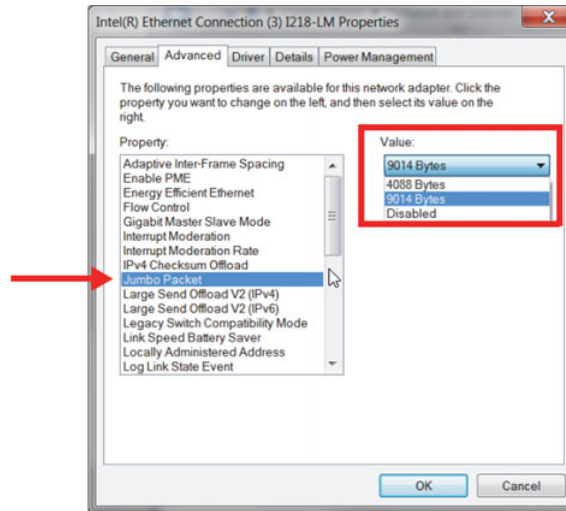

Abbildung 7-2 Jumbo Paket Einstellung
- Auf der **Advanced** Registerkarte wählen Sie unter **Properties** die Option **Jumbo Paket** oder **Jumbo Frame** aus und ändern Sie dann unter **Value** (Wert) den Wert auf **9014 Byte** (Abbildung 7-2 auf Seite 77).